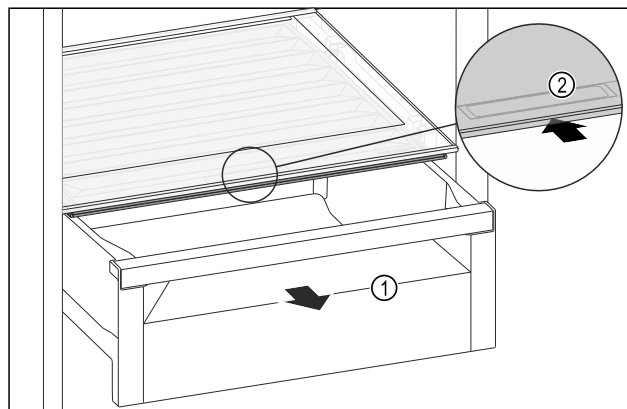

Fig. 122
- Trekk ut skuffen Fig. 122 (1).
- Ta tak i det innfelte grepet Fig. 122 (2) på lokket, og skyv lokket samtidig bakover.